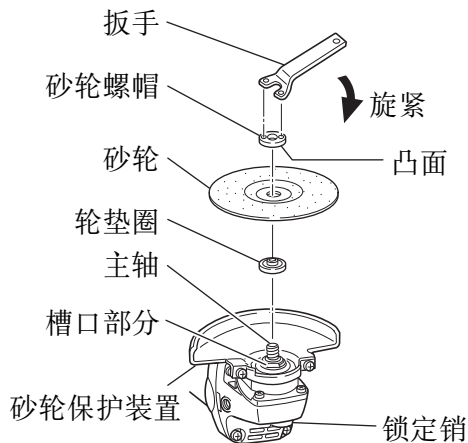

图 2
砂轮的装卸（图 2）
- (1) 把装置倒置使主轴朝上。
- (2) 把垫片装到主轴上。
- (3) 给砂轮的隆起部配装砂轮垫圈。
- (4) 把砂轮螺帽的凸面装到砂轮上并且把螺帽拧到主轴上。
- (5) 如图 2 所示，撤下锁定销防止主轴转动。用扳手拧紧砂轮螺帽卡紧砂轮。